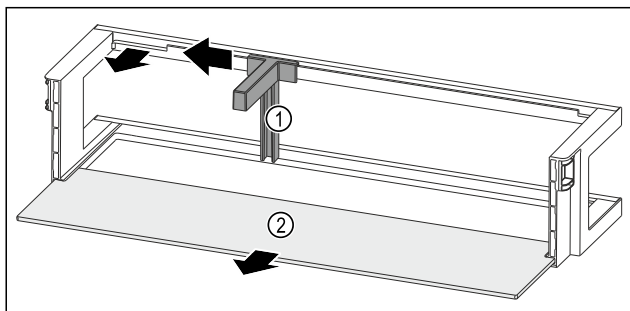

Fig. 89 Polica u vratima s držačem boca i policom za odlaganje
- ▶ Držać za boce Fig. 89 (1) pogurnite do otvora na stranu.
- ▶ Izvadite držać za boce Fig. 89 (1).
- ▶ Izvadite policu Fig. 89 (2).